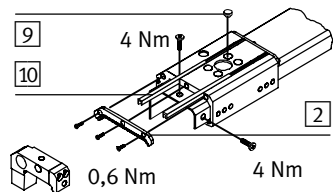

Fig. 9
- Montare il raschiatore [2] (per la coppia di serraggio da applic., vedi Fig. 9).